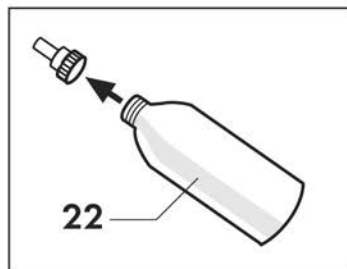

Fig. 2
Desaparafusar a tampa presente na garrafa (22) em dotação; encher a garrafa de preferência com água desmineralizada; fechar novamente a garrafa utilizando a tampa em dotação. (Fig. 2)